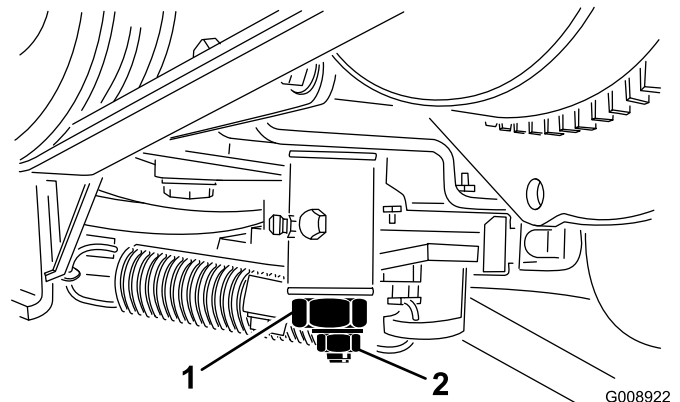

Figura 62
3. Afloje la contratuerca de la leva de ajuste de la tracción (Figura 62).